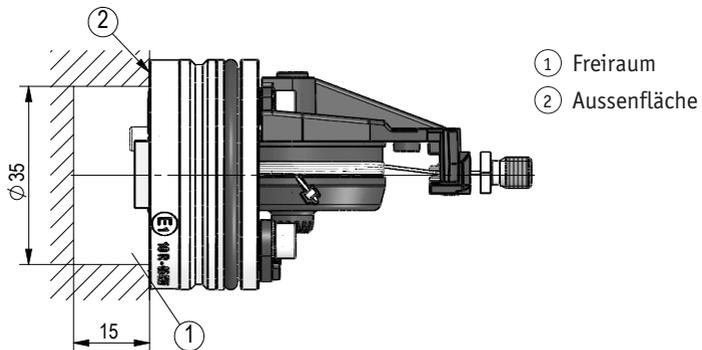

Abb. 3: Montagefreiraum
- ▶ Freiraum beachten (siehe Abb. 3). Seilzuggeber darf nur auf der Alu-